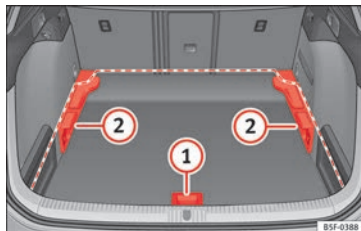
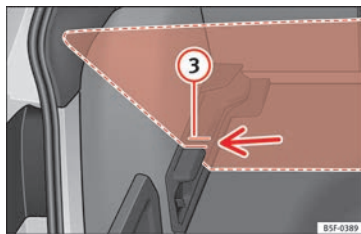

Fig. 136 Plancher de coffre à bagages modulable : positions.
Fig. 137 Plancher de coffre à bagages modulable : rainures inclinées.
- Relevez le plancher avec la poignée » fig. 136 ①, tirez-le vers l'arrière jusqu'à ce que la partie avant du plancher dépasse complètement les supports ②.
- Déplacez le plancher vers l'avant sur ces derniers jusqu'à ce qu'il bute contre le dossier de la banquette arrière et ensuite, abaissez le plancher avec la poignée ①.
- Faites coïncider cette partie avant avec les rainures inférieures des supports en question et faites coulisser le plancher vers l'avant jusqu'à ce qu'il bute contre le dossier de la banquette arrière en abaissant en même temps le plancher avec la poignée ①.
- Relevez le plancher modulable avec la poignée » fig. 136 ① et tirez-le vers l'arrière jusqu'à ce que la partie avant du plancher dépasse complètement les rainures inclinées » fig. 137 ③.
- Faites passer le plancher par les rainures en question en vous aidant de la poignée ① jusqu'à ce qu'il bute contre le dossier de la banquette arrière et que le plancher s'appuie sur les rainures.